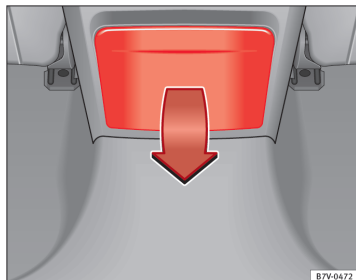

Fig. 117 I midterkonsollen bagi: Sådan klappes drikkevarerholderen ud.
- For at *åbne* skal du klappe drikkevarerholderen nedad i pilens retning ⇒ Fig. 117.